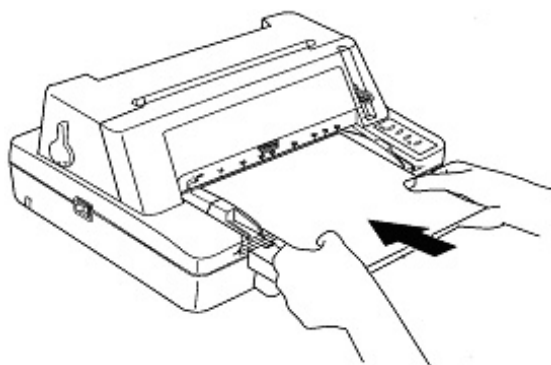

图 3-4 安装单页纸
5. 如图 3-4 所示插入纸张，纸张会自动进到打印位置。如果您将纸斜检测设定为“开”，若纸张有歪斜，打印机会自动检测并退出纸张至导纸板。